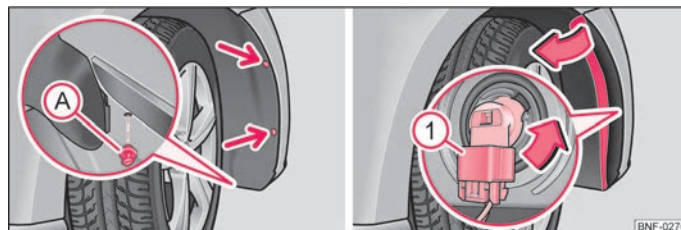

Bild 121 Hjulhus fram: Byta glödlampa för dimstrålkastare
- Skruva ur de båda fästskruvarna till hjulhuspanelen med skruvmejseln från verktygssatsen (pilar) ⇒ bild 121.
- Fäll hjulhuspanelen åt sidan och dra loss kontakten ① ⇒ bild 121.